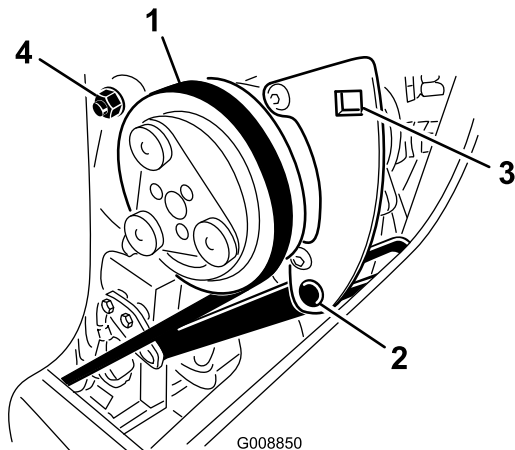

図 81
1. コンプレッサのピボットボルトと調整ボルトをゆるめる (図 81)。
2. コンプレッサのブラケットの四角い穴にトルクレンチを差し込む (図 81)。